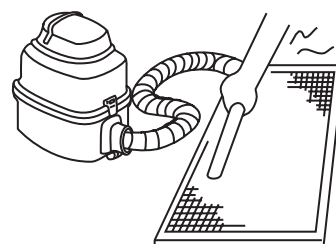

Fig.9-3
- Le côté entrée d'air doit être orienté vers le haut lors de l'utilisation d'un aspirateur. (Voir *fig.9-3*)